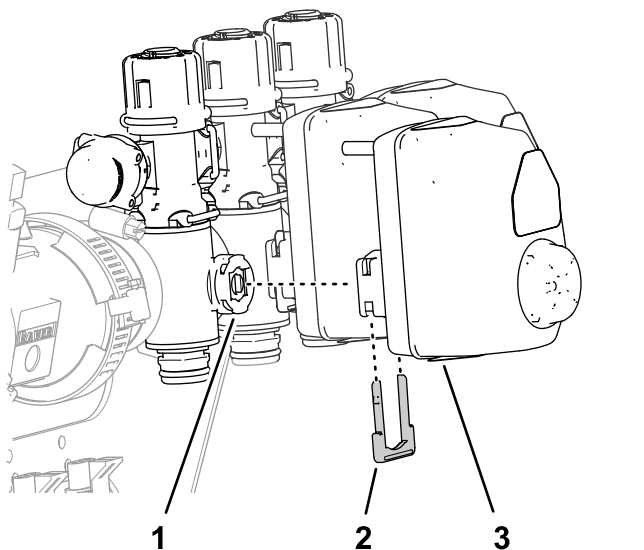

图64
1. 取下将 3 个阀门致动器固定到左、中、右喷洒段阀上的 3 个卡环 图64。
2. 从左、中、右喷洒段阀卸下阀门致动器 图64。
10. 使用在步骤 1 中卸下的卡环将 3 个阀门致动器组装到左、中及右喷洒段阀图64上。